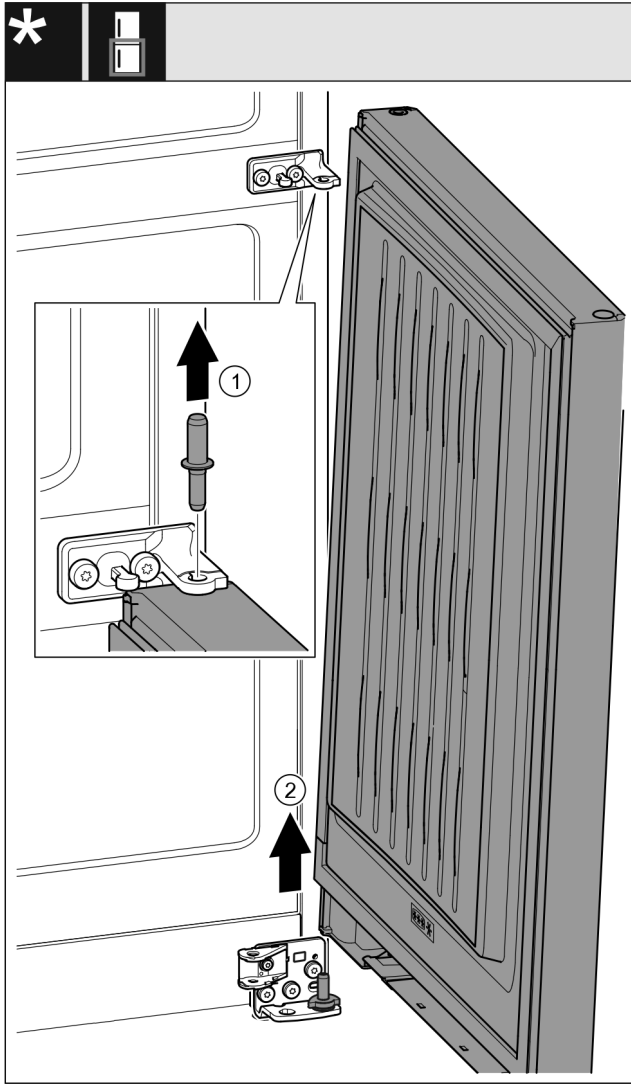

Fig. 32 带减震器*
- ▶ 向上拉出螺栓 Fig. 32 (1)。*
- ▶ 冰箱门 Fig. 32 (2)向外旋转，向上拉出后放在旁边。*